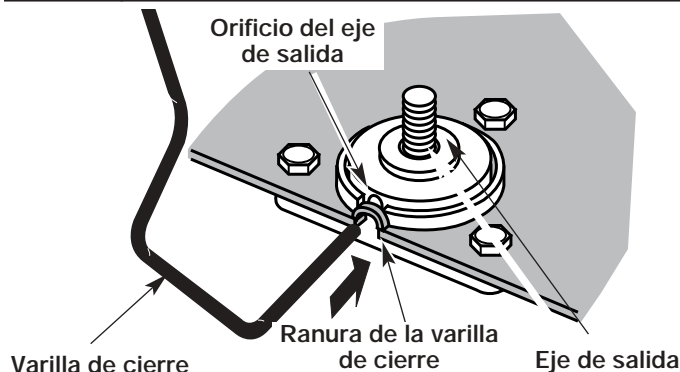

Fig. 29
1. Alinee el orificio del eje de salida con la ranura de la varilla de cierre. Inserte la varilla de cierre a través de la ranura en el orificio del eje de salida (Fig. 29).